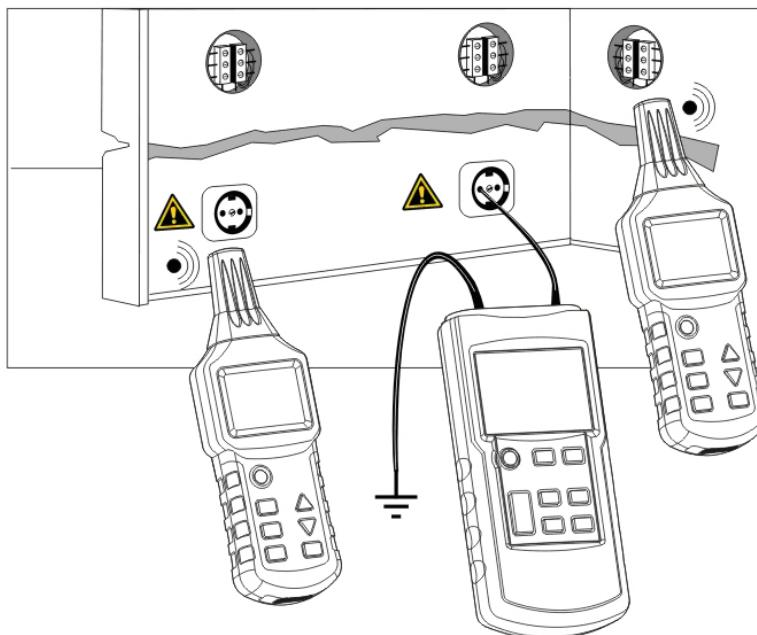

Fig.10
- Sluit de emitter aan op de fase en de aardgeleider volgens Fig.10.